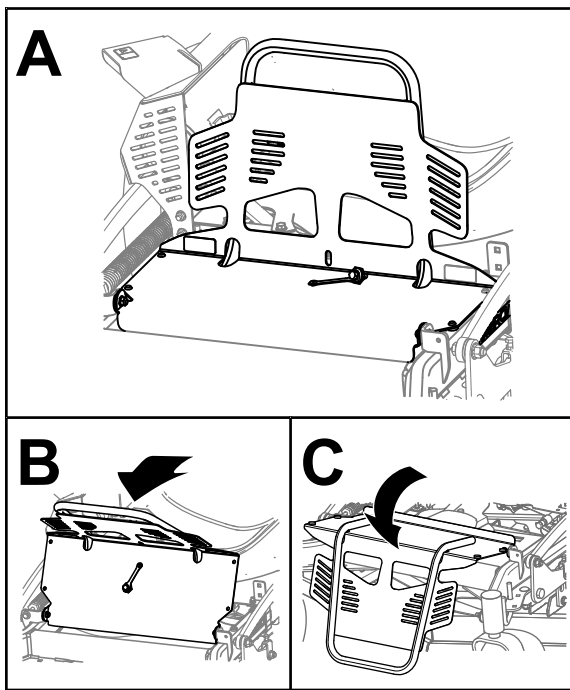

Figure 30
2. Rabattez la protection du moteur en avant, comme montré à la Figure 30.